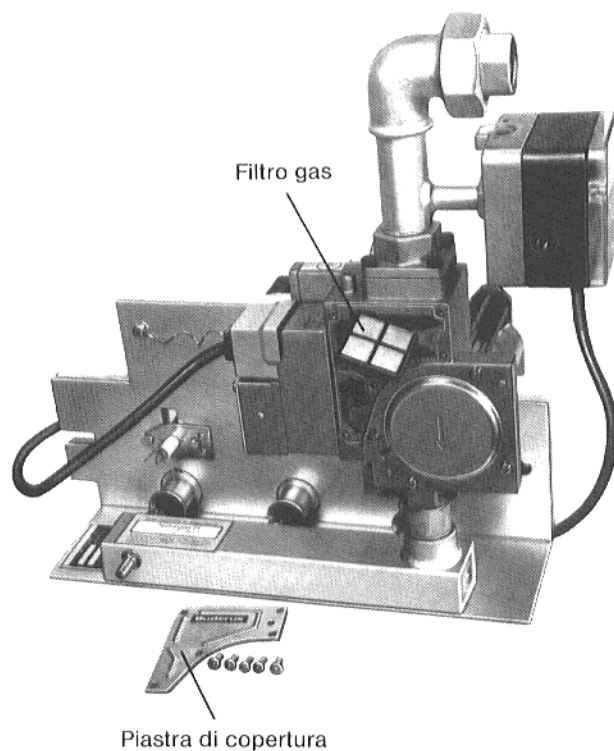

Fig. 22 - Apparecchiatura gas "Honeywell" V4905
- Svitare la piastra di copertura (Fig. 22).
- Estrarre il filtro e pulirlo (Fig. 22).